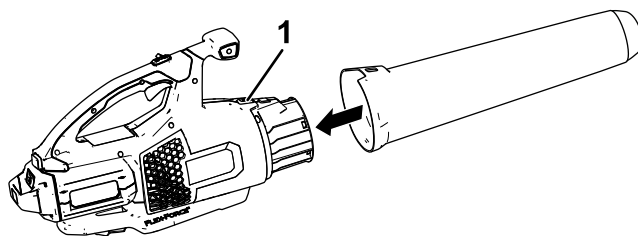

Figure 3
2. Glissez le tube du souffleur sur le carter du souffleur. Vous devrez éventuellement appuyer sur le verrou du tube du souffleur pour le bloquer en position (Figure 3).
3. Tenez la batterie par la poignée et poussez-la dans la poignée de l'outil jusqu'à ce que le verrou s'enclenche en position (Figure 3).